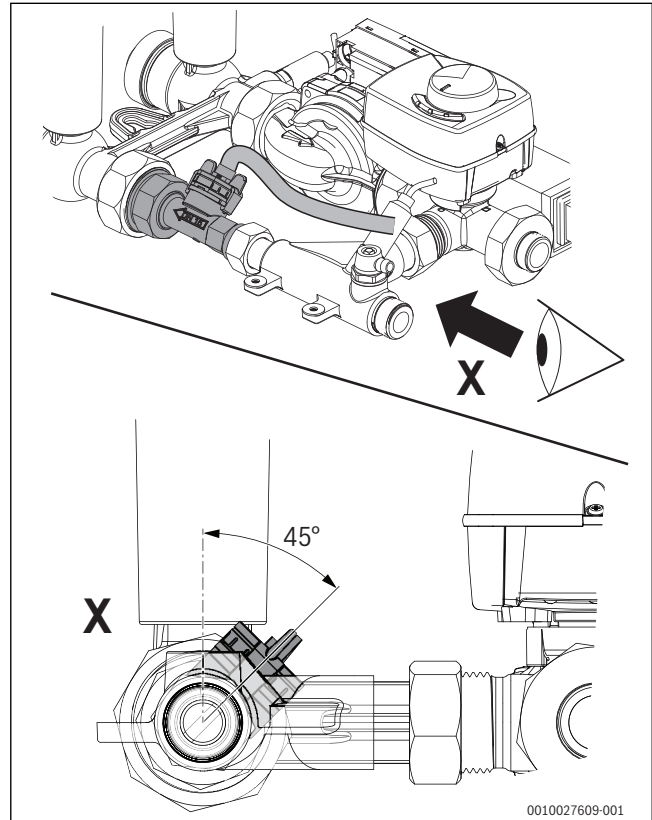

Bild 31 Volumenstromfühler ausrichten
- ▶ Volumenstromfühler ausrichten und Überwurfmuttern anziehen (→Bild 31).